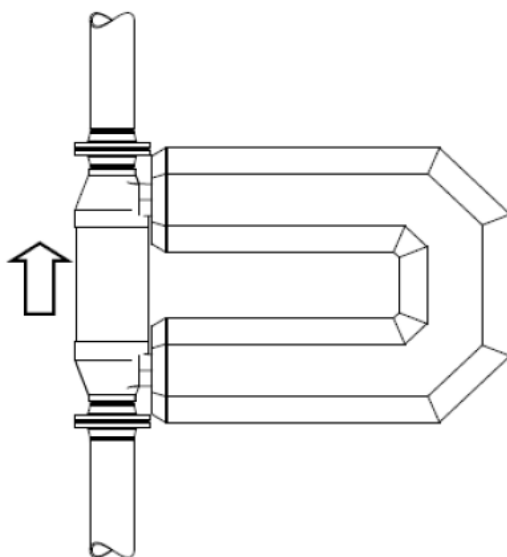

Рис.4. Установка расходомера при измерении расхода мутных жидкостей
- для предотвращения скопления в измерительной трубке твердых частиц при измерении расхода мутных жидкостей расходомер следует устанавливать сбоку (см. рис.4). Среда измерения при таком способе установки движется снизу-вверх через ППР.